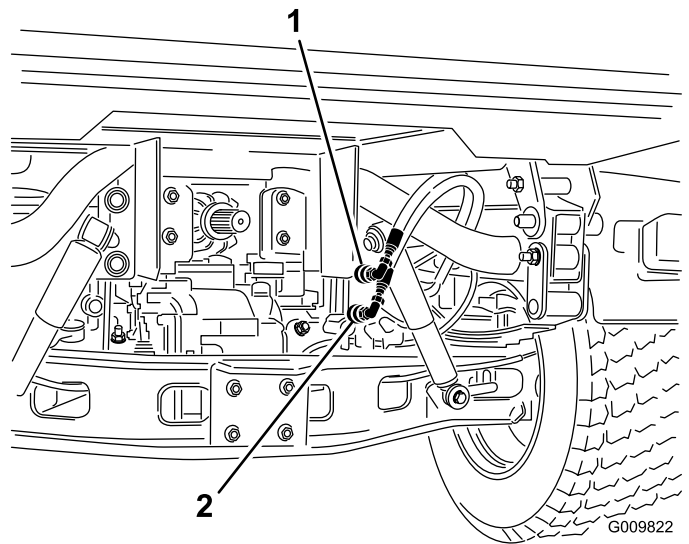

図 79
2. それぞれの車両で、クイック・カップラ・ホース（2本）を、カップラ・ブラケットのホースから外す（図 79）。